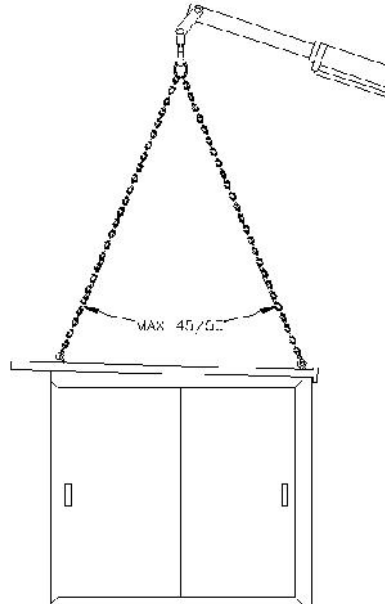

Fig.1
- utilizzo di catene di lunghezza adeguata a formare un angolo massimo compreso tra 45-50° (fig.1)